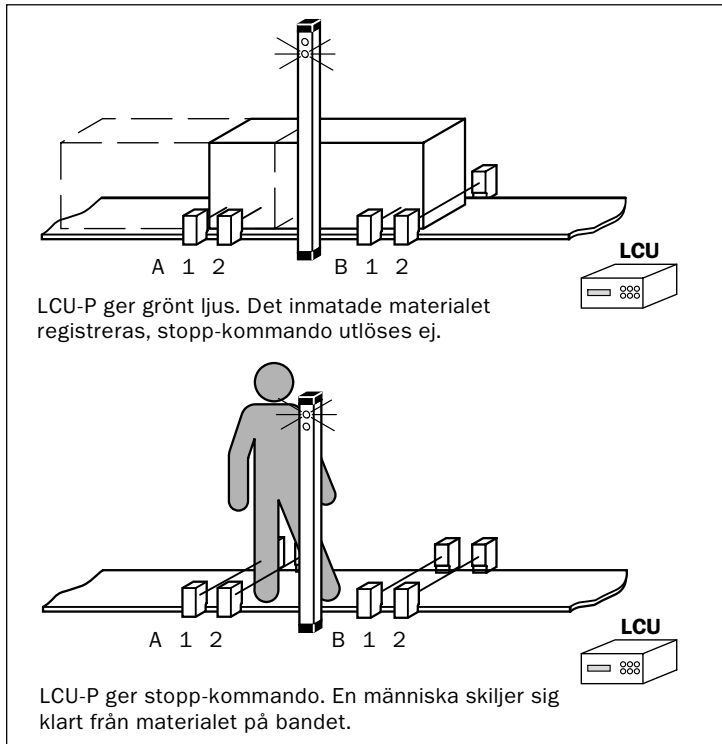
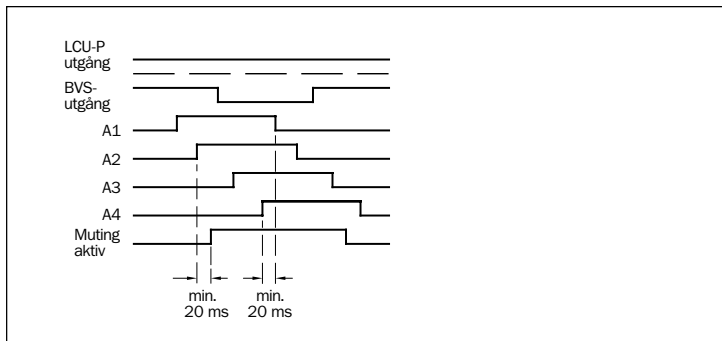

Bild 12: Muting
Bild 13: Sekvensen av kopplings signaler i muting-drift
utgångarna åter inaktiva. Till plintarna 44 och 45 skall vardera en brytande kontakt per relä anslutas (seriekoppling, se bild 13). I program „Grundinställning“ kan skyddskontroll väljas bort.
- Muting** Muting av anläggningen används för kort fränkoppling av sensorn/LCU-P. Denna funktion används när transportgods (t.ex. pallar) måste kunna passera skyddsfältet ostört („osett“) (bild 12). Bild 13 visar ordningsföljden hos sensorsignalerna.